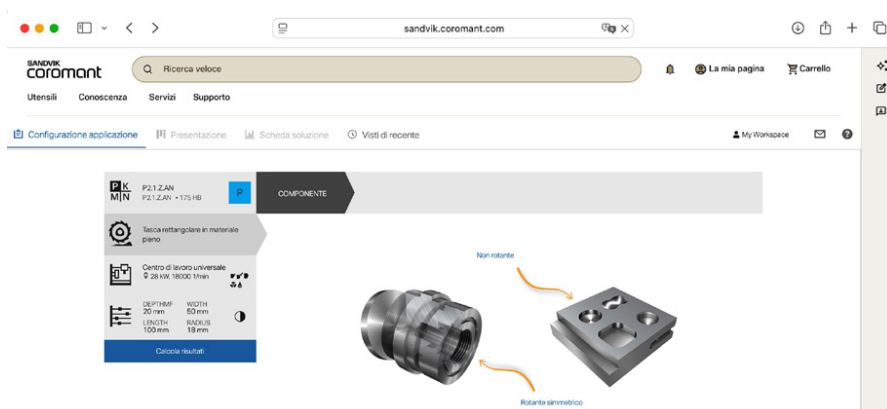

Figura 4: Schermata del sito Sandvik Coromant Tool Guide (3)
tensile – materiale da lavorare, determinando un numero di giri a cui il mandrino riesca a fornire la coppia e la potenza richieste. Ci sono diversi strumenti che ci aiutano in questa scelta, come i cataloghi online degli utensilieri (ad esempio, Sandvik Coromant Tool Guide (3) (Figura 4)). Sul sito del laboratorio PoliMill del Dipartimento di Meccanica del Politecnico di Milano, si trova un'introduzione all'argomento (4). Anche il corso Digital Machining di PoliMill rivolto alle aziende tratta questo tema (5). Strumenti come Tool Guide permettono di provare diverse soluzioni di geometria e diametro della fresa, ottenendo i parametri di taglio e la coppia e potenza ad essi correlate. Inoltre, è possibile inserire la curva di coppia e potenza del proprio mandrino in modo che il software